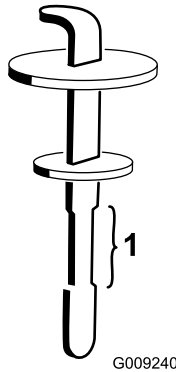

Figura 128
5. Retire a vareta do tubo de enchimento e limpe-a com um pano limpo. Introduza a vareta no tubo de enchimento, retire-a e verifique o nível do fluido (Figura 128).